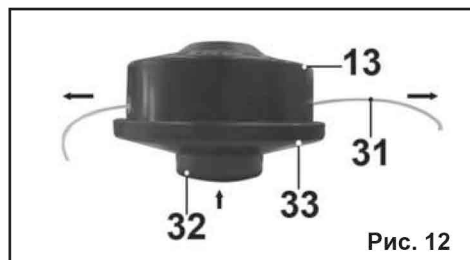

Рис. 12
8.2.7. Во время работы триммерная леска (31) изнашивается (расходуется). Во время работы слегка ударьте нажимной головкой (32) триммерной катушки (13) по земле (Рис.12). Длина лески (31) увеличится. При необходимости операцию повторите. Излишняя леска будет срезана ножом установленным на защитном кожухе (12).